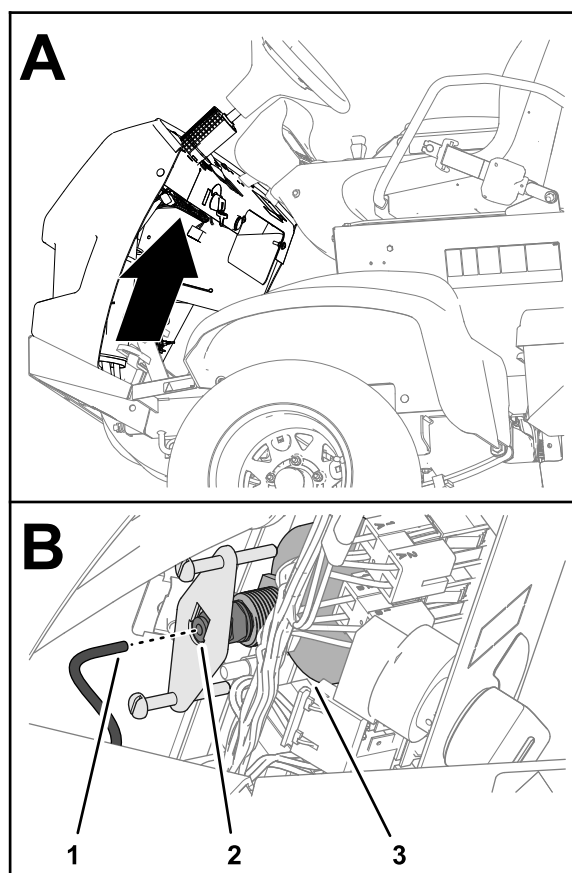

図 111
1. 圧力計の裏側にあるチューブカップラにチューブを接続する 図 111。